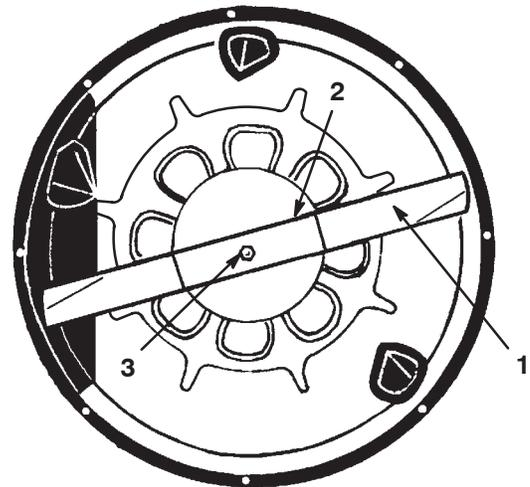

Bild 28
6. Halten Sie das Ende des Messers mit einem stark wattierten Handschuh oder wickeln Sie einen Lappen um es herum. Entfernen Sie die Messerschraube, die Wellenscheibe, die Messerverstärkung und das Schnittmesser (Bild 28). Sie können einen Holzklötz zwischen das Schnittmesser und das Mähwerk keilen, um das Schnittmesser beim Entfernen der Schraube zu blockieren.
1. Bauen Sie das Messer, die Messerverstärkung, die Wellenscheibe und die Messerschraube ein (Bild 28).